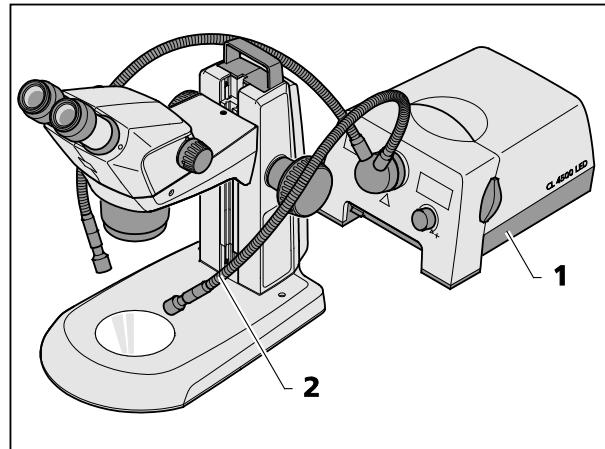

图 15 安装外部光学纤维照明器件
- 打开外部光学纤维照明器件 (图 15/1)，调整照明强度并通过弯曲两个鹅颈管 (图 15/2) 来设置照明器件，从而使物体达到最佳照明效果。